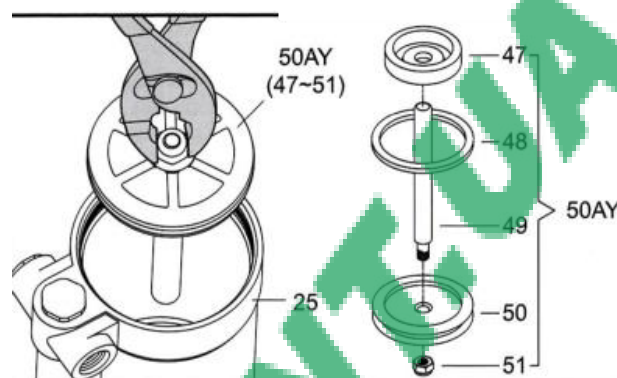

Рисунок 7
11. Используйте плоскогубцы, чтобы закрепить запорную гайку пневматического поршня (51), а затем медленно вставьте воздушный поршень (50AY) в масляный цилиндр (12) через гайку блокировки масляного цилиндра (29). (Рис.7)